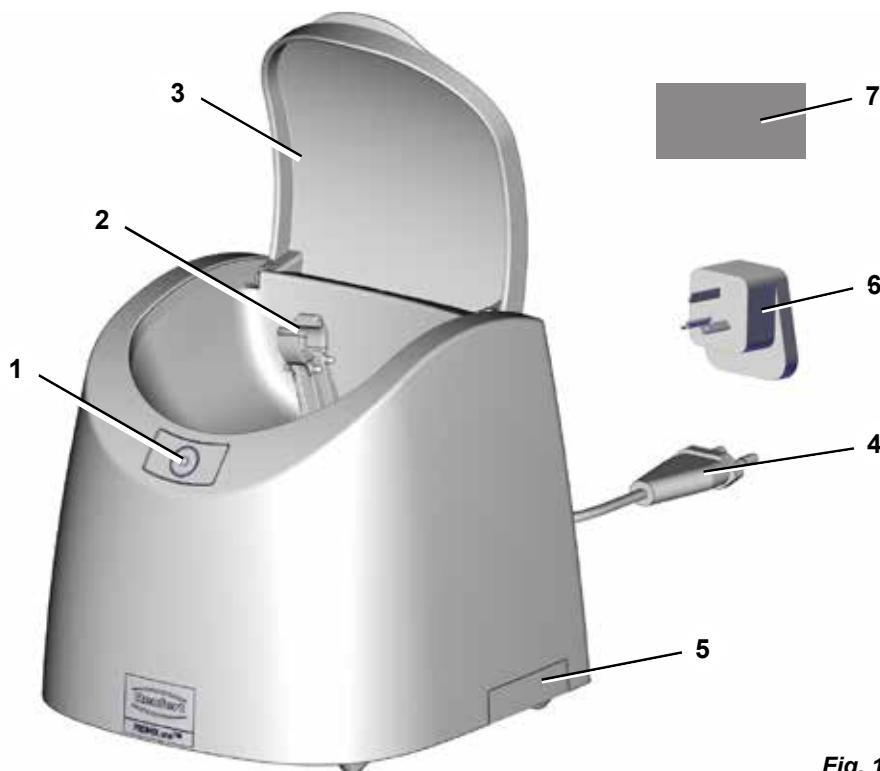

Fig. 1
- ⇒ Dérouler le câble secteur (4, Fig. 1) et brancher la fiche secteur dans la prise de courant du bâtiment.